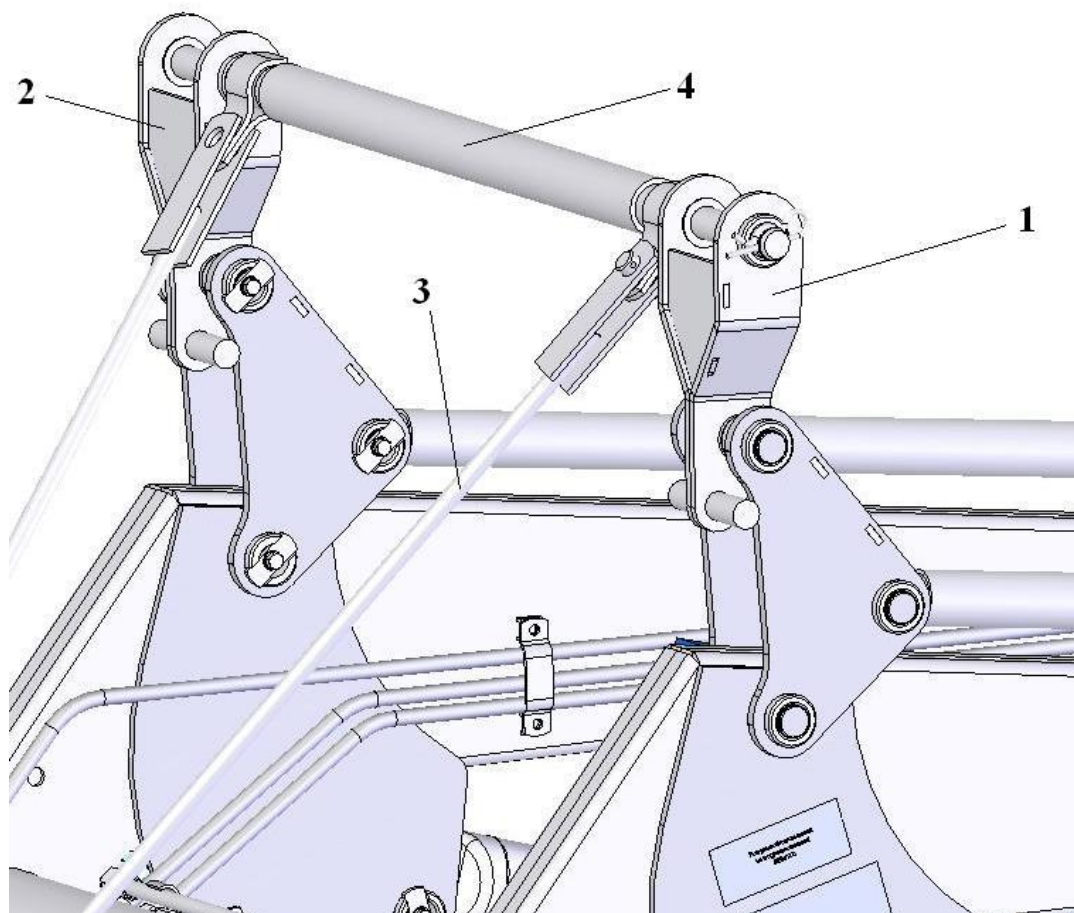

Рис. 5 Установка шпренгеля на плоско – параллельный механизм погрузчика
- 4) Соединить шпренгель 3 с распоркой 4 установленной на кронштейны плоско – параллельного механизма при помощи кронштейнов 1,2 рис. 5;